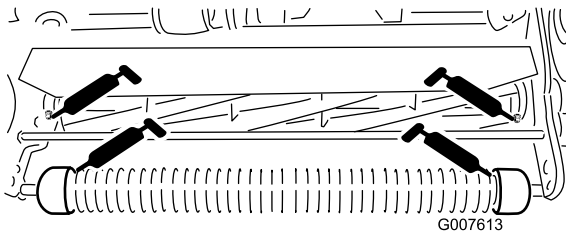

Bild 21
- 2 an der Frontrolle (Bild 21)
- 2 an den Spindellagern (Bild 21)